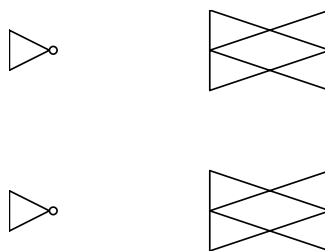

Abbildung 4.1: CMOS XNOR-Gatter
- b) Ergänzen Sie alle Verbindungen in der nachfolgenden Abbildung 4.1, so dass das Schaltbild eines CMOS XNOR-Gatters realisiert wird!